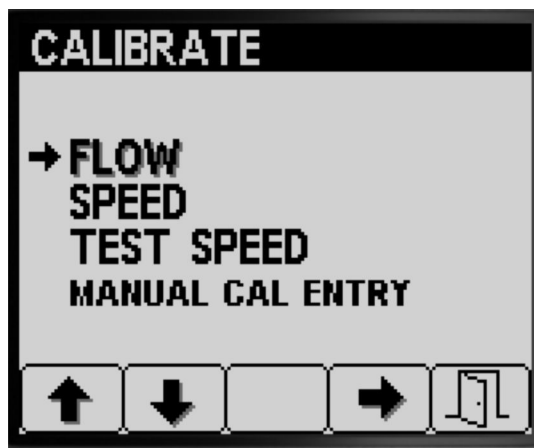

Figura 41
2. Apăsai butoanele 1 sau 2 din submeniul CALIBRATION (calibrare) pentru a naviga la opțiunea FLOW (debit) (Figura 41).
3. Apăsai butonul 4 pentru a selecta opțiunea Flow calibration (Calibrare debit) (Figura 41).